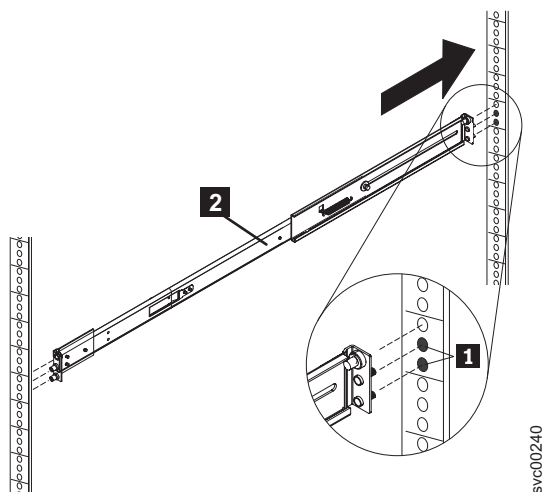

図 117. 右方スライド・レールの背面ラック・マウント・フランジへの挿入
3. 526 ページの図 117 に示すように、レール・ピン **1** が背面ラック・マウント・フランジを通して突き出るようにして、右方スライド・レール **2** をフランジに挿入します。